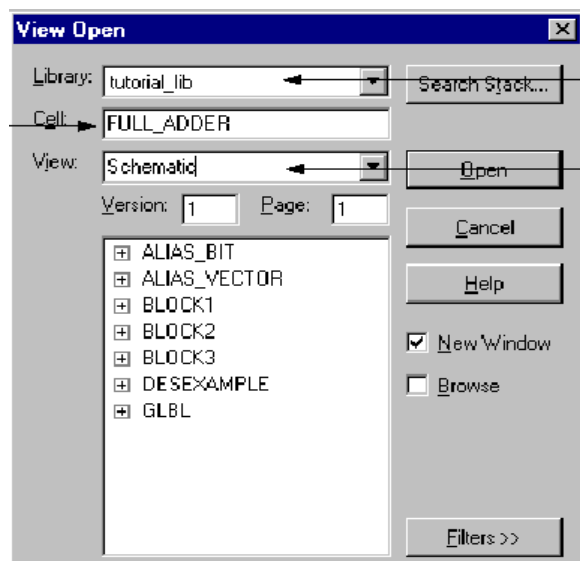

图 3.25
3. 选择 Schematic 作为 View，如图 3.25。